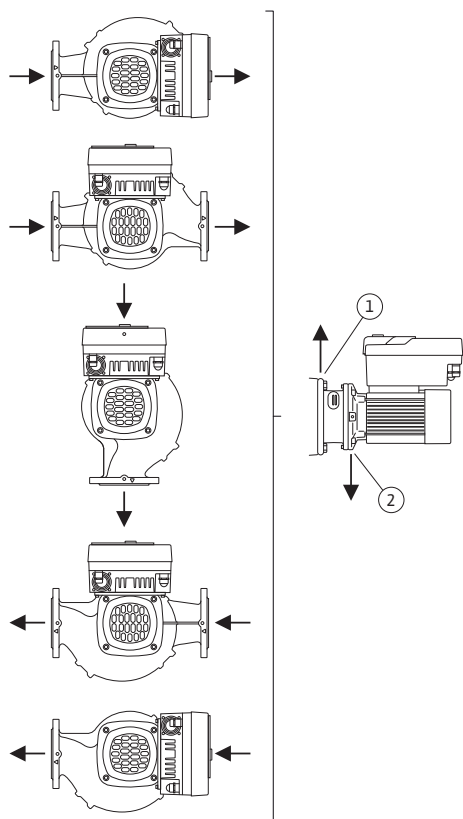

Fig. 17: Lubatud paigaldusasendid horisontaalse völliiga
- Horisontaalse mootorivölli korral peab all olema kondensaadi äravoolu võimaldav auk (Fig. 17, pos 2). Vajaduse korral tuleb mootorit keerata.